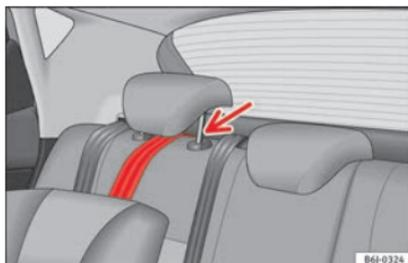

Fig. 68 Cinghia di fissaggio: regolazione corretta e montaggio.
- Passare la cinghia di fissaggio del Top Tether sotto il poggiatesta del sedile posteriore »» fig. 68 (sollevare il poggiatesta se necessario).